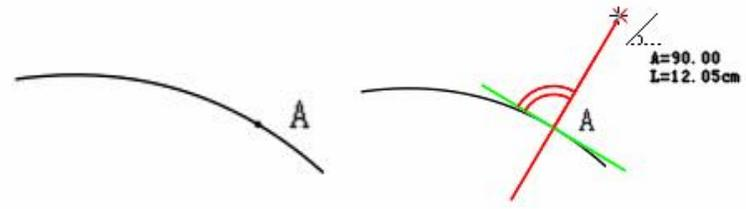

图 18.9. 在曲线上一点作垂线
(1) 如 18.8 和图 18.9 所示, 先单击线段, 再单击点 A, 此时出现两条相互垂直的参考线, 长按 Shift 键, 切换参考线与所选线重合;